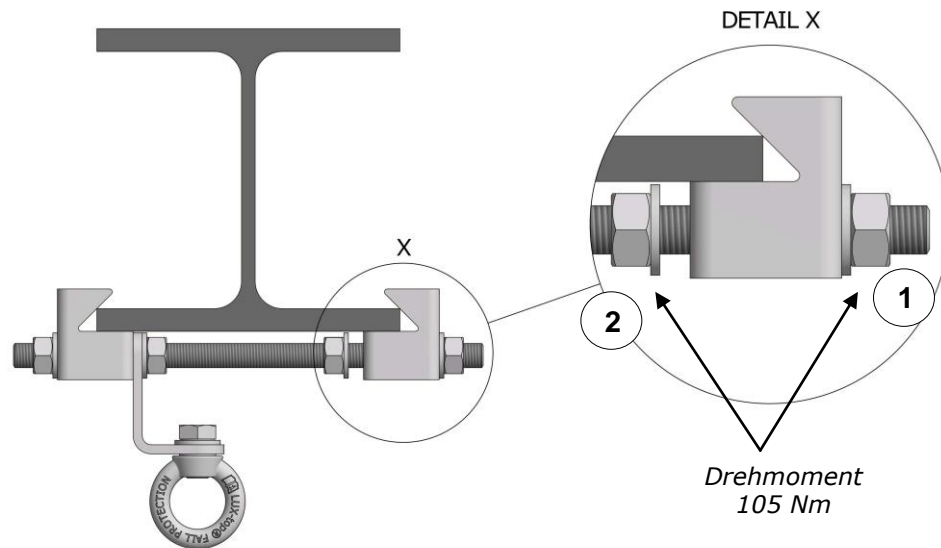

Abbildung 3
3. **LUX-top® QUICKFIX II** an gewünschter Stelle gemäß *Abbildung 3* positionieren. Anschließend zunächst die äußere Mutter mit einem Drehmoment von 105 Nm anziehen (1). Danach die innere Mutter mit einem Drehmoment von 105 Nm festziehen (2).